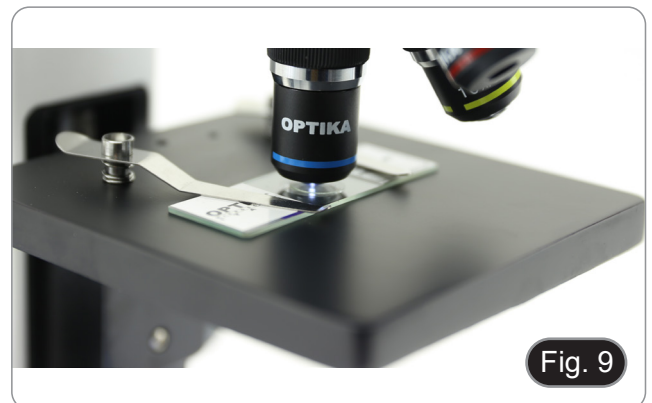

Fig. 9
2. Bajar las pinzas para detener la muestra y evitar que caiga accidentalmente. (Fig. 9)